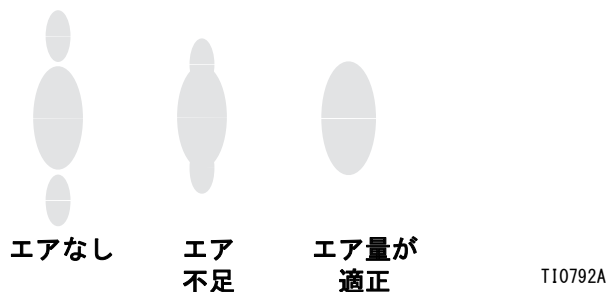

図 8. スプレーパターンの問題
2. 図 8 を参照してください。トリガーした際の噴霧化エアの圧力を約 35 kPa (0.35 bar、5 psi) に設定します。スプレーパターンを確認し、尾部が完全な霧状となってスプレーパターンに引き込まれるまで、ゆっくりとエア圧を増加させます。ガンに対するエア圧が 0.7 MPa (7 bar、100 psi) を超えないようにしてください。